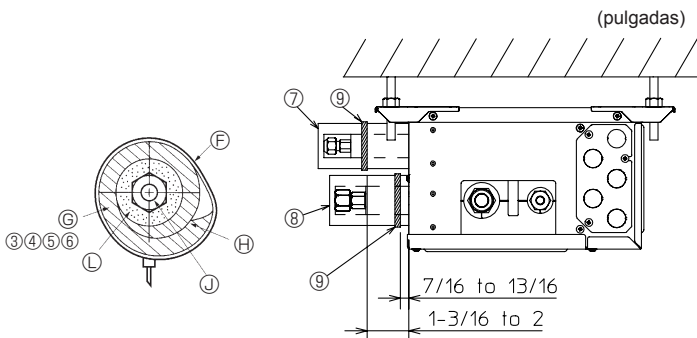
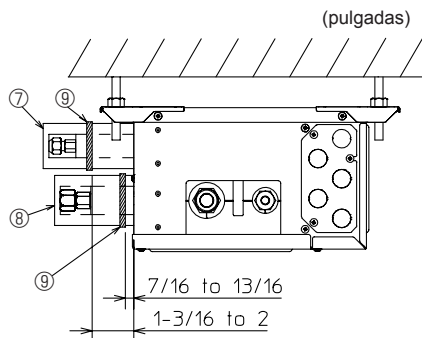

Fig. 7-3
Fig. 7-4
- (1) Retire las tuercas abocardadas y las tapas de la caja de derivación.
- (2) Proceda a abocardar los extremos de la tuberías de líquido y de gas y aplique aceite de refrigeración (adquirido localmente) a la superficie abocardada. No aplique aceite en la parte roscada.
- (3) Conecte inmediatamente los tubos de refrigerante. Apriete siempre las tuercas abocardadas según la torsión que se indique en la tabla 2; para ello, utilice una llave dinamométrica y llave doble.
- (4) Presione las cubiertas de los tubos ③ y ⑤ de la tubería de líquido contra la unidad y envuélvala para que se fije. (Fig. 7-3)
- (5) Presione las cubiertas de los tubos ④ y ⑥ de la tubería de gas contra la unidad y envuélvala para que se fije. (Fig. 7-3)
- (6) Aplique las cintas suministradas ⑨ en una posición de 7/16-13/16 pulg. (10 - 20 mm) de cada extremo de las cubiertas de los tubos (③ ④ ⑤ ⑥).
- (7) Si la unidad interior no está conectada, ajuste las cubiertas de los tubos que se suministran (con las tapas ⑦ y ⑧) en las conexiones de los tubos de refrigerante de la caja de derivación contra la unidad para evitar el goteo de condensación de los tubos. (Fig. 7-4)
- (8) Fije las cubiertas de los tubos (⑦ ⑧) con las cintas ⑨ suministradas.
► Utilice los siguientes procedimientos para la parte de conexión interior cuando la unidad interior no está conectada. (Fig. 7-4)
- (1) Para evitar fugas de refrigerante, asegúrese de que las tuercas abocardadas están apretadas según los pares* especificados en la tabla 3.
- (2) Para evitar la condensación, instale las cubiertas de las tuberías Ⓣ Ⓞ contra la unidad y apriételas con las cintas suministradas Ⓢ.